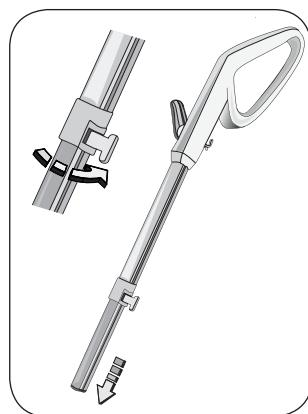
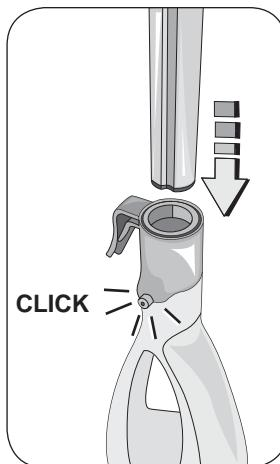

Fig. 4
Fig. 5
Bevestig de telescoopstang (J) aan de behuizing van het apparaat (Fig 5). Open de afstelling (K) en trek de telescoopstang zo ver uit als gewenst (Fig 4). De telescoopstang kan op slechts één manier in de behuizing van het apparaat (F) worden gescho-ven. U hoort een klik als hij goed is gemonteerd (Fig 5).